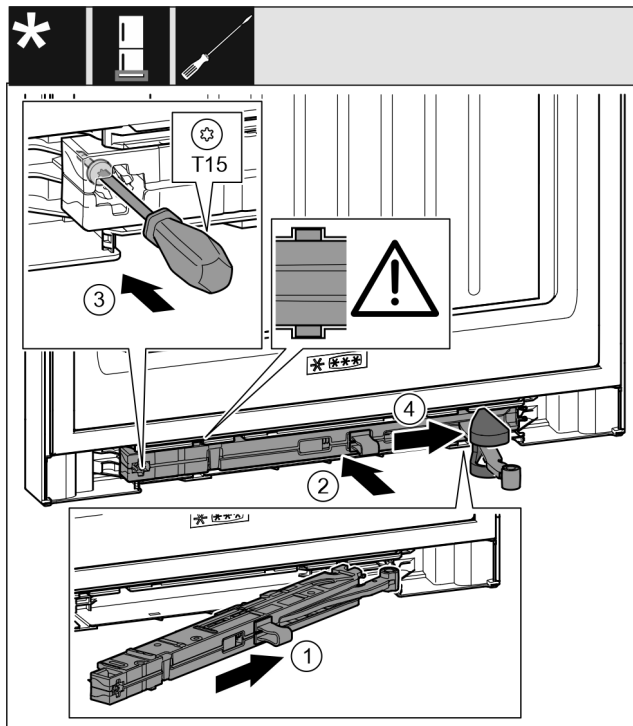

Fig. 62
- ▶ Вставьте узел амортизатора закрытия двери Fig. 62 (1) в выемку со стороны опорного кронштейна под наклоном до упора.
- ▶ Полностью вставьте узел амортизатора закрытия двери Fig. 62 (2) в выемку.
- ▶ Затяните винт Fig. 62 (3) отверткой.
- ▶ Переместите крышку Fig. 62 (4) над шарниром.